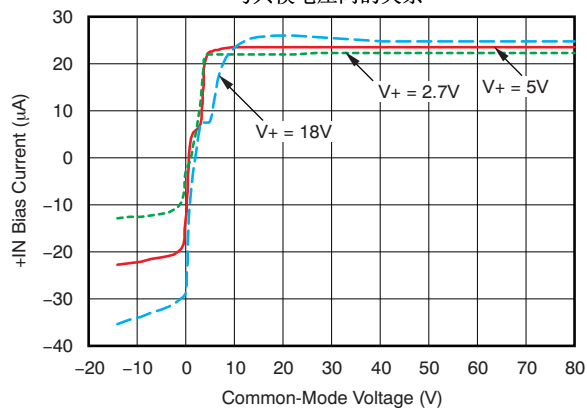

Figure 20.
(1) RTI 以输入为基准。
(2) 请见典型特征图 Figure 20。
(3) 引脚 $REF1$ 和 $REF2$ 上的电压平均值必须介于 V_{GND} 和 $(V_{GND} + 9\text{V})$ 的较小值以及 V_+ 之间。